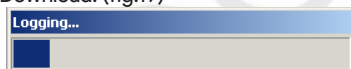

fig.19
- Aguarde o fim do Download. (fig.19)